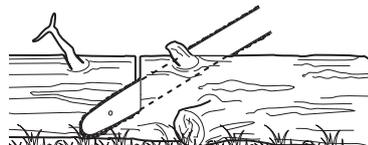

Fig.33
1. Pour une coupe plus facile, suivez les principes de base suivants : Si le tronc est surélevé sur toute sa longueur (Fig. 33), coupez-le par le dessus.